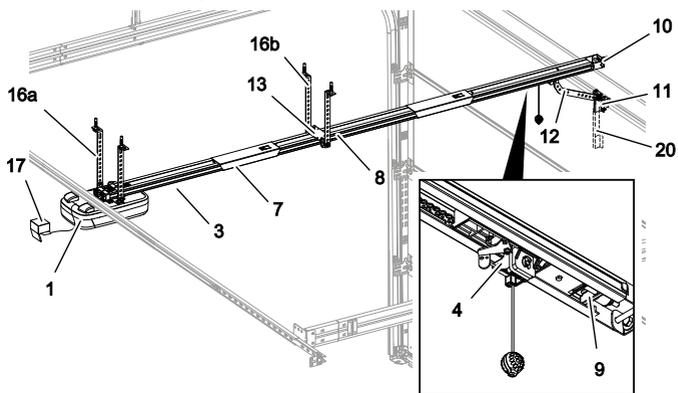

Fig. 1: Vista general del producto - montaje
Despliegue completamente los carriles (3 y 8). Coloque el conector de carriles (7) en el centro, sobre el borde de unión. Tense la cadena o la correa dentada si fuera necesario (fig. 1).